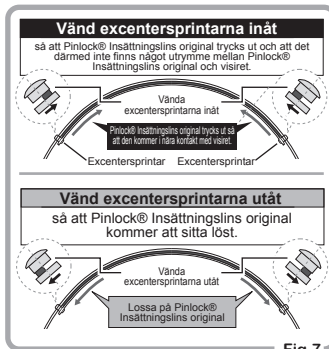

Fig.7
- ① Avlägsna visiret från hjälmen och avlägsna Pinlock® Insättningslins original från visiret.
- ② Justera excentersprintarna genom att vrida på dem med ett verktyg. (Fig. 7)
- ③ Sätt tillbaka Pinlock® Insättningslins original på visiret. Se till att det inte finns något utrymme mellan Pinlock® Insättningslins original och visiret när du har satt på visiret på hjälmen. Om det finns något utrymme, var god gör om samma procedur igen.